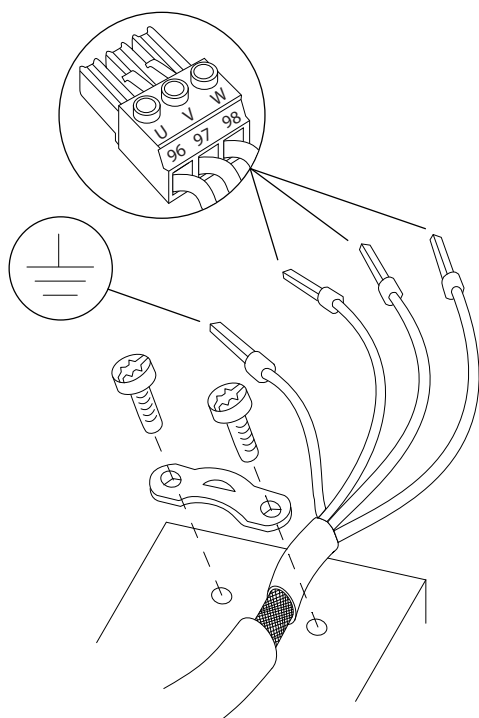

Рисунок 4.6 Подключение двигателя
3. Подключите провод заземления к ближайшей клемме заземления в соответствии с инструкциями по заземлению в глава 4.3 Заземление, см. Рисунок 4.6.
4. Подключите проводку трехфазного двигателя к клеммам 96 (U), 97 (V) и 98 (W), см. Рисунок 4.6.